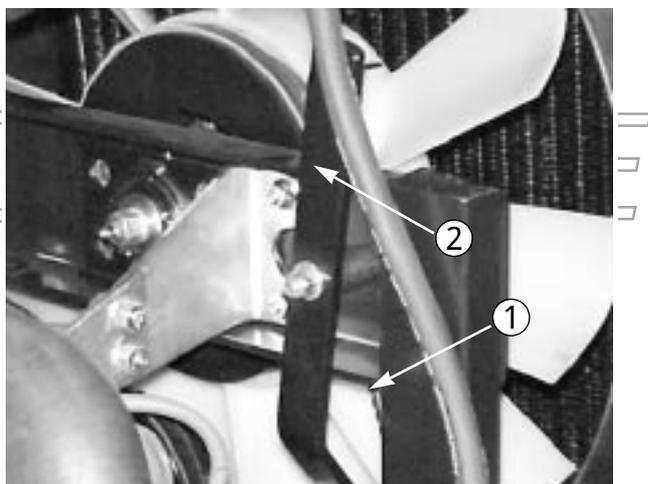

図 55
1. ベルトテンショナ・レバー（図55）のロックナットをゆるめる。